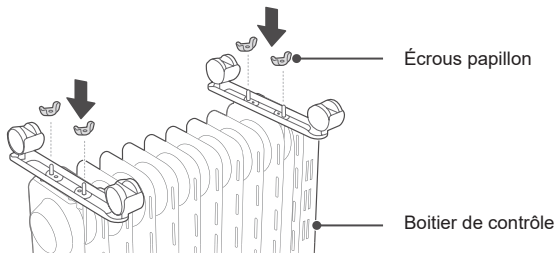

figure 2
3. Comme le montre la figure 2, les deux jeux de roulettes sont serrés à l'aide de quatre écrous papillon. Installez-les solidement, puis mettez le radiateur en place - posez simplement les roues sur le sol.